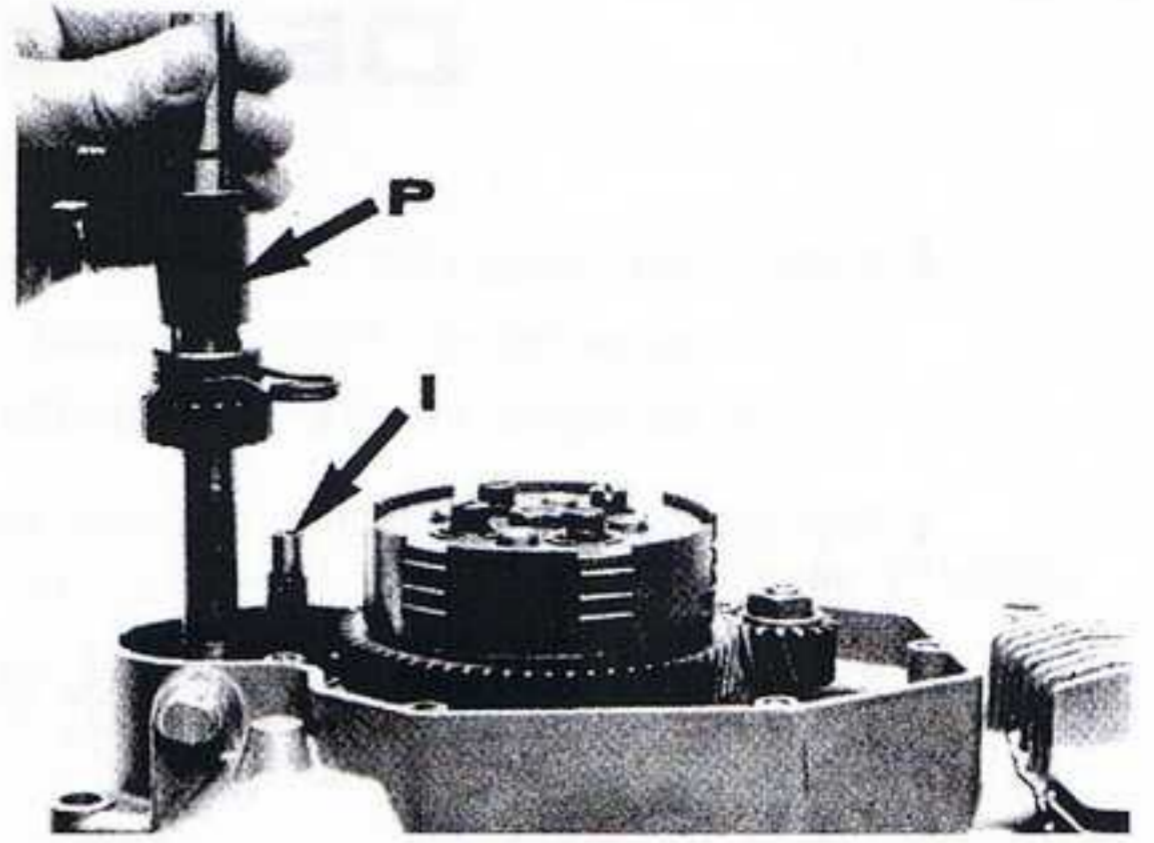

fig.7
- Dégager l'arbre de pédalier (P) en tirant vers le haut (récupérer la rondelle qui peut rester collée sur le demi-carter.(fig.7)).
- Dégager l'arbre et le pignon intermédiaire (I) (fig.7).